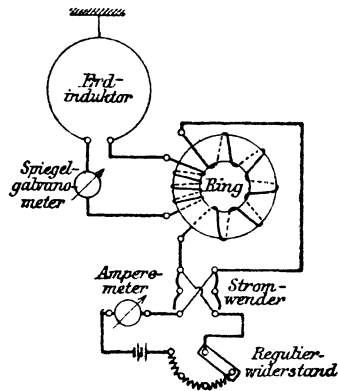

Fig. 67.
- b) die magnetische Induktion B im Eisen? (Schaltungsschema Fig. 67.)